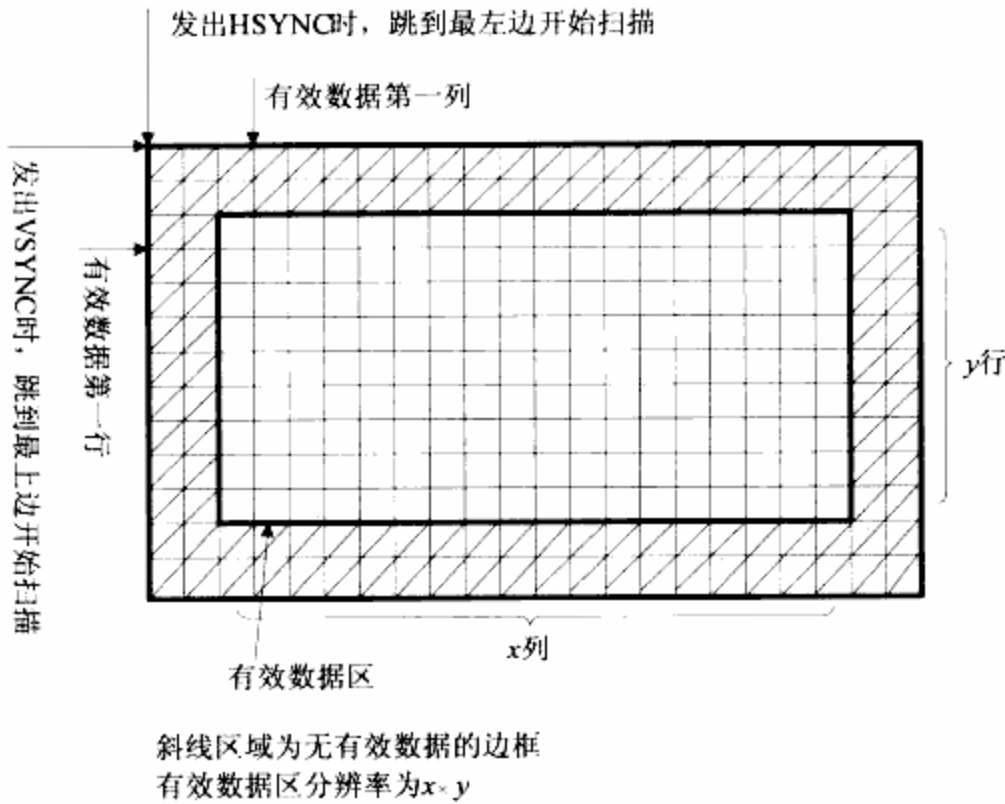

图 13.2 显示器扫描一帧数据的过程
显示器上，一帧数据的存放位置与 VSYNC、HSYNC 信号的关系如图 13.2 所示。
(1) VSYNC 信号有效时，表示一帧数据的开始。
(2) VSPW 表示 VSYNC 信号的脉冲宽度为 $(VSPW+1)$ 个 HSYNC 信号周期，即 $(VSPW+1)$ 行，这 $(VSPW+1)$ 行的数据无效。
(3) VSYNC 信号脉冲之后，还要经过 $(VBPD+1)$ 个 HSYNC 信号周期，有效的行数据才出现。所以，在 VSYNC 信号有效之后，总共还要经过 $(VSPW+1+VBPD+1)$ 个无效的行，它对应图 13.2 上方的边框，第一个有效的行才出现。
(4) 随后即连续发出 $(LINEVAL+1)$ 行的有效数据。
(5) 最后是 $(VFPD+1)$ 个无效的行，它对应图 13.2 下方的边框，完整的一帧结束，紧接着就是下一个帧的数据了（即下一个 VSYNC 信号）。
(3) HSYNC 信号脉冲之后, 还要经过 (HBPD+1) 个 VCLK 信号周期, 有效的像素数据才出现。所以, 在 HSYNC 信号有效之后, 总共还要经过 (HSPW+1+HBPD+1) 个无效的像素, 它对应图 13.2 左边的边框, 第一个有效的像素才出现。
(4) 随后即连续发出 (HOZVAL+1) 个像素的有效数据。
(5) 最后是 (HFPD+1) 个无效的像素, 它对应图 13.2 右边的边框, 完整的一行结束, 紧接着就是下一行的数据了 (即下一个 HSYNC 信号)。